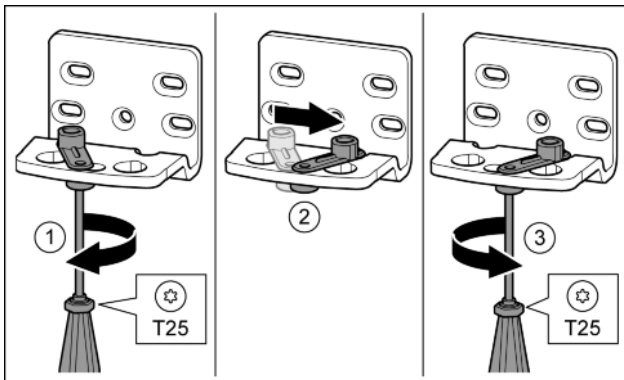

Fig. 17
- ▶ Schraube mit Schraubendreher T25 lose schrauben. *Fig. 17 (1)*
- ▶ Türschließhilfe anheben und um 90° nach rechts in Bohrung drehen. *Fig. 17 (2)*
- ▶ Schraube mit Schraubendreher T25 festschrauben. *Fig. 17 (3)*